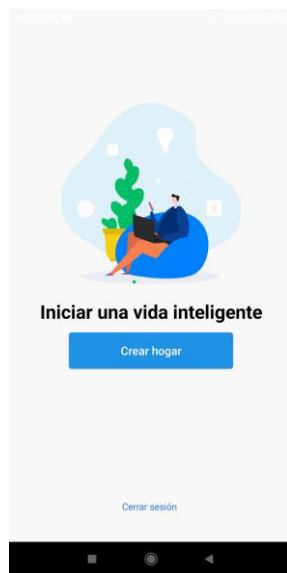
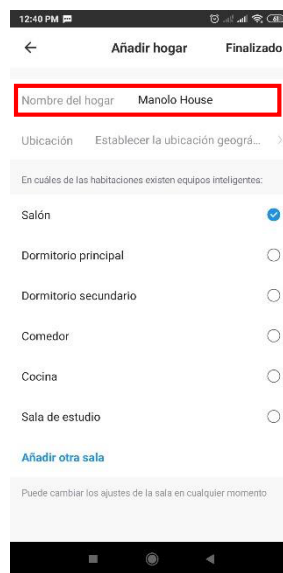

Imagen 1
Imagen 2
- Después de crear la contraseña tiene que crear un Grupo de hogar (imagen 1), luego poner un nombre al hogar ya sea casa, fernando, manolo etc... (imagen 2), después tiene que dejar seleccionado el lugar donde está instalada la estufa y Finalizar (imagen 3).